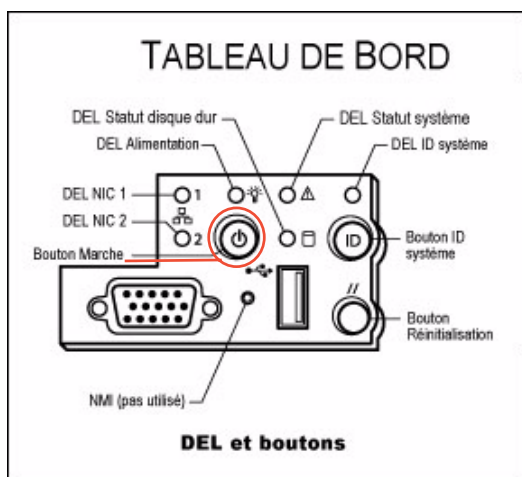

FIGURE 4-12 Bouton de mise en marche et autres composants du tableau de bord
8. Mettez sous tension le serveur H1 (numéro de série se terminant par -H1) en appuyant sur le bouton de mise en marche (FIGURE 4-12) situé sur le tableau de bord (derrière la façade).